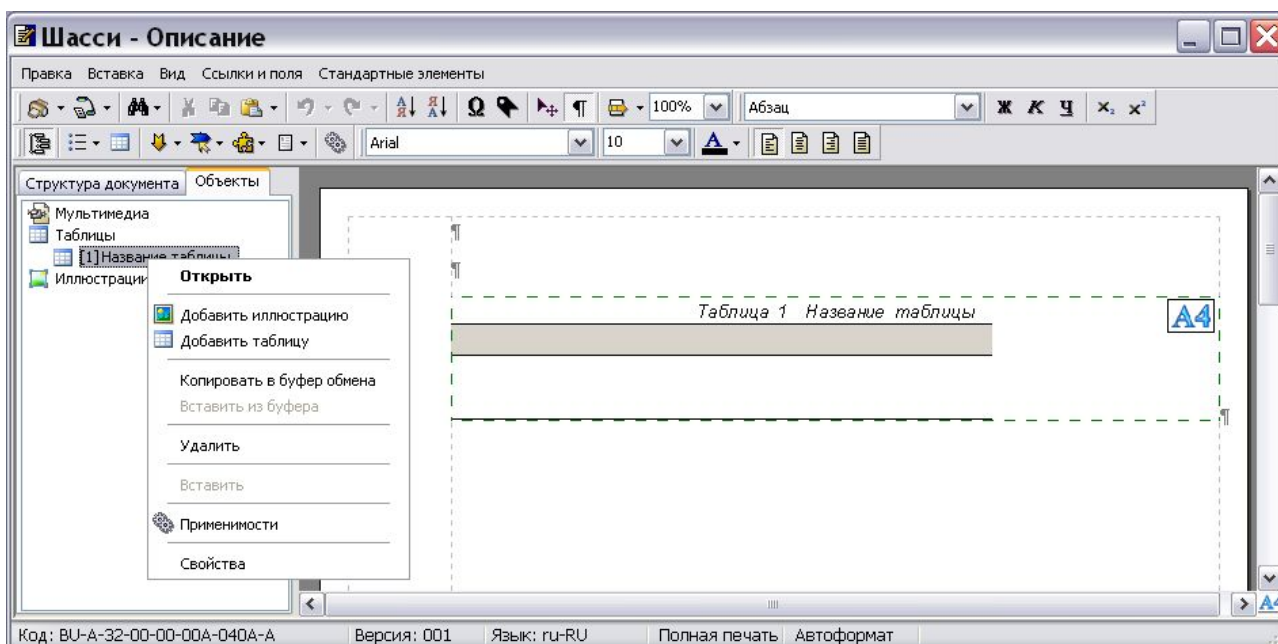

Рис. 3.93
- Для редактирования параметров таблицы на вкладке **Объекты** щелкните правой кнопкой мыши по названию объекта «Название таблицы». При этом появится контекстное меню (Рис. 3.93).